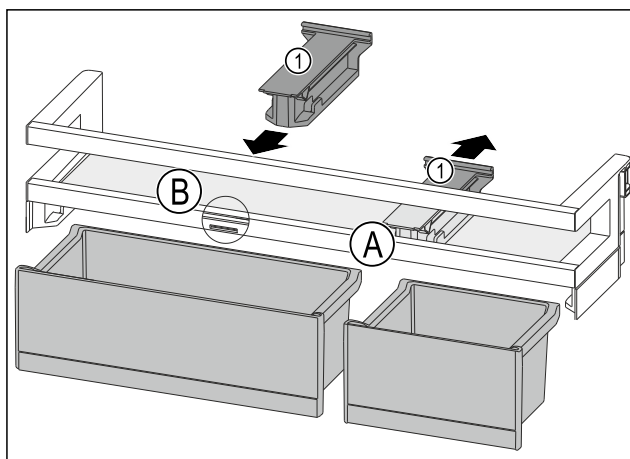

Fig. 196
- Largoni nga prapa pjesën mbajtëse Fig. 196 (1) në pozicionin Fig. 196 (A).
- Vendosni pjesën mbajtëse Fig. 196 (1) në pozicionin Fig. 196 (B).